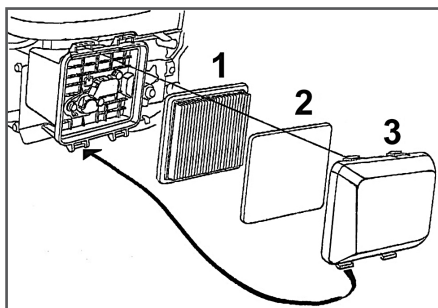

Рис. 13 Обслуживание воздушного фильтра
1. Нажмите на фиксаторы и снимите крышку 3 воздушного фильтра (Рис. 13).
2. Извлеките из крышки воздушного фильтра предварительный фильтрующий элемент 2 (Рис. 13).
3. Извлеките основной фильтрующий элемент 1 (Рис. 13).